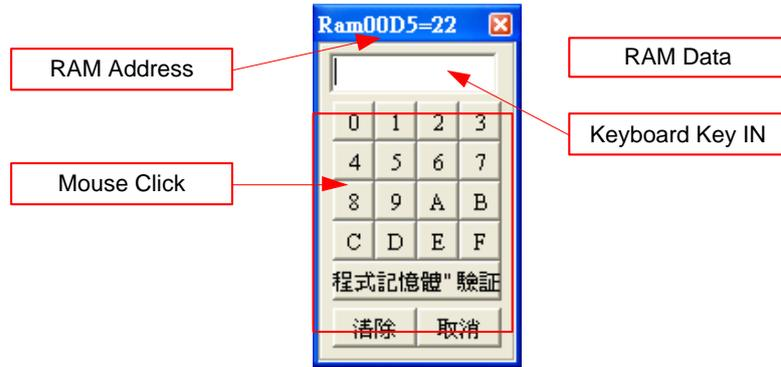

图 22
2. 将鼠标指向修改的地方，连续点击两下鼠标左键出现图 22，使用键盘 Key In 或鼠标点击